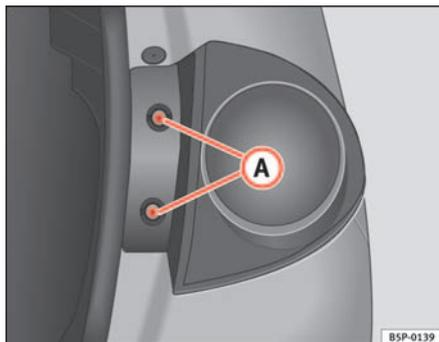

Fig. 181 Feu de position/feu de stop
- Retirez les vis ⇒ fig. 181 (A).